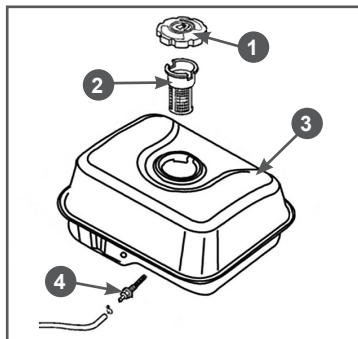
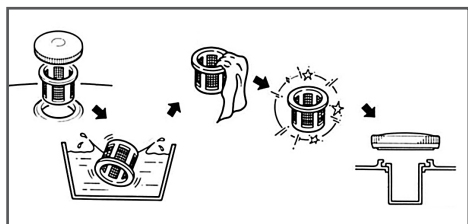

Рис. 17 Обслуживание топливных фильтров
Рис. 18 Обслуживание фильтра топливного бака
В топливном баке установлены два сетчатых топливных фильтра. Один фильтр устанавливается в заливной горловине топливного бака. Второй фильтр конструктивно объединен со штуцером топливного бака и установлен внутри бака (Рис. 17).
Топливный фильтр 2 (Рис. 17), установленный в горловине бака, проверяйте при каждой заправке бака топливом. При необходимости вынимайте сетчатый фильтр из бака и производите его очистку (Рис. 18). Регулярно проверяйте целостность сетчатого фильтра, при обнаружении механических повреждений замените сетчатый фильтр.
установленный внутри бака (Рис. 17). Поврежденный или сильно загрязненный фильтр необходимо заменить.
3. Выкрутите из топливного бака выходной штуцер 4 и произведите его очистку (Рис. 17). Внимательно осмотрите сетчатый фильтр. При обнаружении механических повреждений замените штуцер топливного бака.